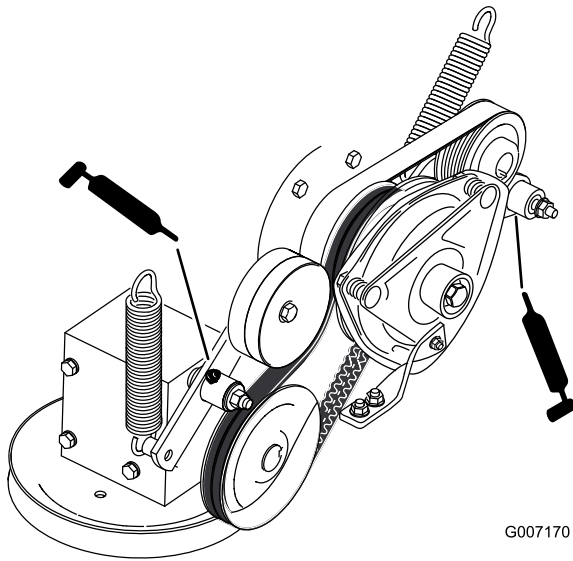

Bild 31
6. Schmieren Sie den Spannarm des Zapfwellenkeilriemens (Bild 31).
7. Schmieren Sie den Spannarm des Pumpenriemens (Bild 31).